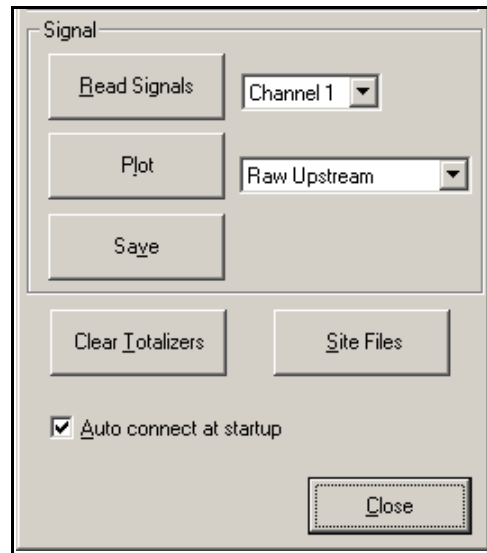

Рис. 7: Опции активного сигнала
- Чтобы считать сигнал измерительного прибора, нажмите кнопку [Read Signals]. (Если измерительный прибор является многоканальным прибором, откройте раскрывающееся меню Channel и нажмите на нужный канал.) Через какое-то время появится окно *Properties*, аналогичное тому, что отображено на *Рис. 7* внизу.